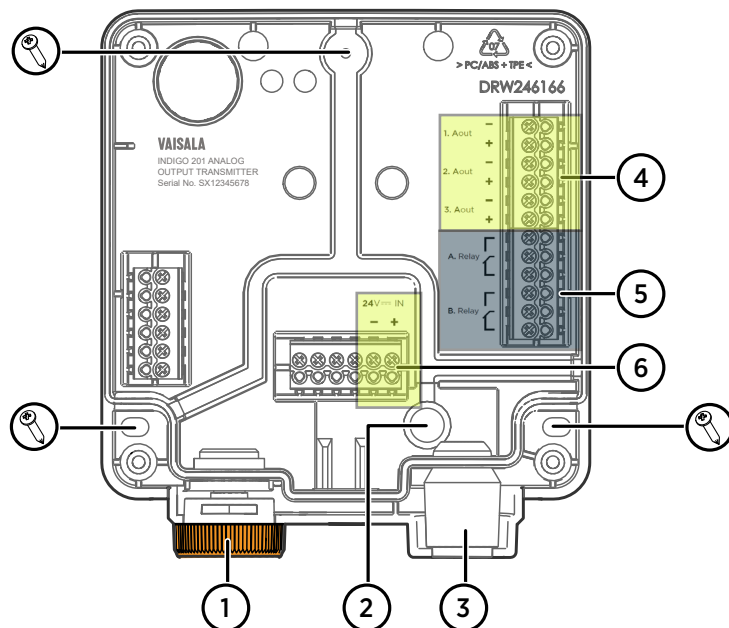

图 24 Indigo 201 数据处理单元基座主部件和安装螺钉位置
5. 将数据处理单元基座放置于安装表面上并用 3 颗螺钉将其固定。请参见图 24 \(第 67 页\)中的螺钉位置。